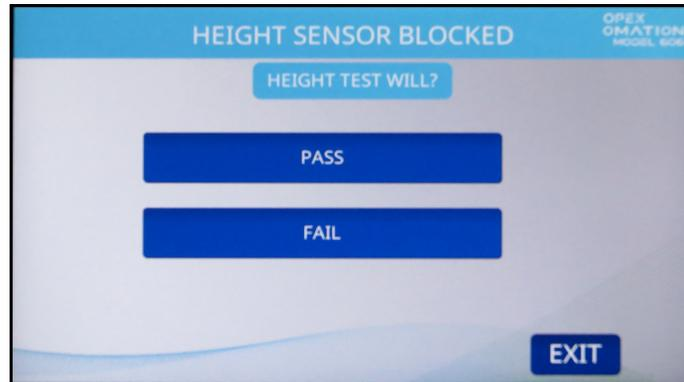

図 6-22 : 高さセンサー画面
6. 高さでソートする場合、高さセンサーがブロックされたときの仕訳方法を選択します (図 6-22)。